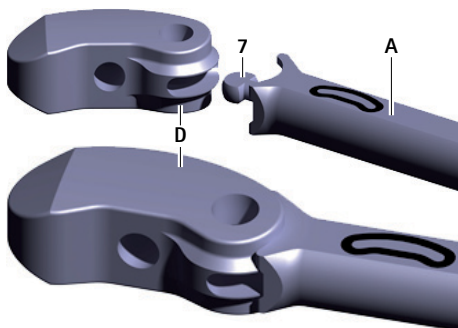

Fig. 2 Collegamento dell'impianto di prova allo strumento inseritore
- Accoppiare l'impianto di prova **D** al diedro **7** dello strumento inseritore **A**, vedere Fig. 2. Fare attenzione all'orientamento dell'impianto di prova (orientamento sulla base della scritta presente sullo strumento inseritore).